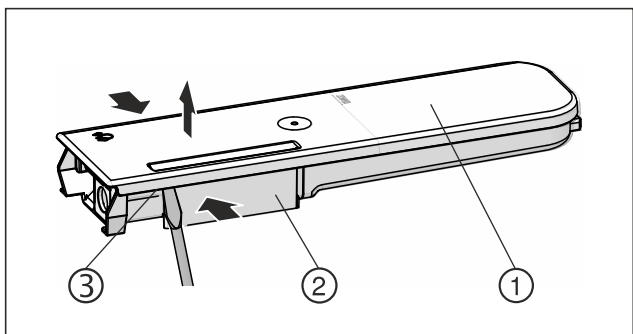

Fig. 151
- ▶ Comprimere il serbatoio dell'acqua Fig. 151 (2) e fare leva con attenzione sul coperchio Fig. 151 (1) sollevandolo dai naselli di arresto Fig. 151 (3).
- ▶ Spostare leggermente avanti e indietro il coperchio Fig. 151 (1) e rimuoverlo verso l'alto.